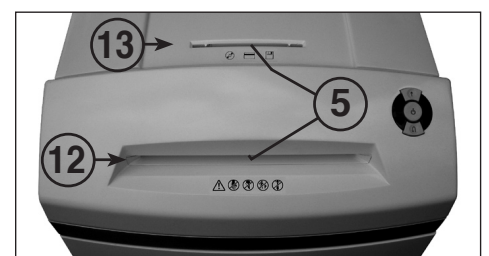

Fig. 3
- 5 = Barrera fotoeléctrica (avance) (Fig. 3)